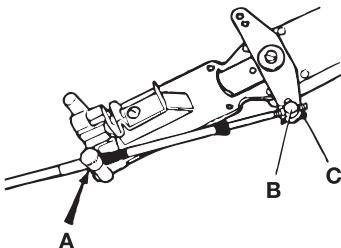

Fig. 9
- Stecken Sie den Getriebe-Schaltzug durch eine der Schaltzug-Halterungen A Fig.9) und stellen Sie sicher, dass der Zug sicher eingerastet ist.
- Setzen Sie den Nippel in das richtige Loch des Getriebe-Schaltarms (B Fig.9) und sichern Sie den Nippel mit dem Splint (C Fig.9).